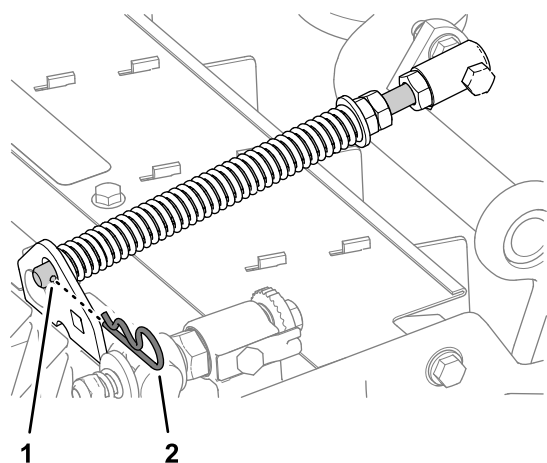

Рисунок 15
2. Убедитесь, что шплинт вставлен в заднее отверстие штока пружины (Рисунок 15).